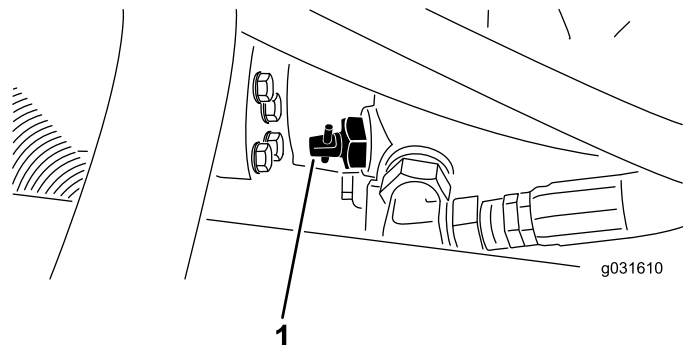

図 28
- 油圧ポンプについているバイパスバルブを90°回転させる 図 28。